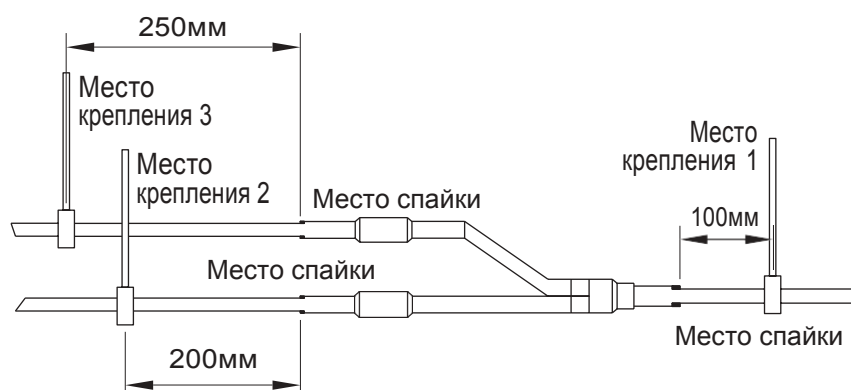

Рис. 12.6.
12.5.6. Крепление разветвителей: и при горизонтальной, и при вертикальной установке разветвители крепятся в трех точках (рис. 12.6.):